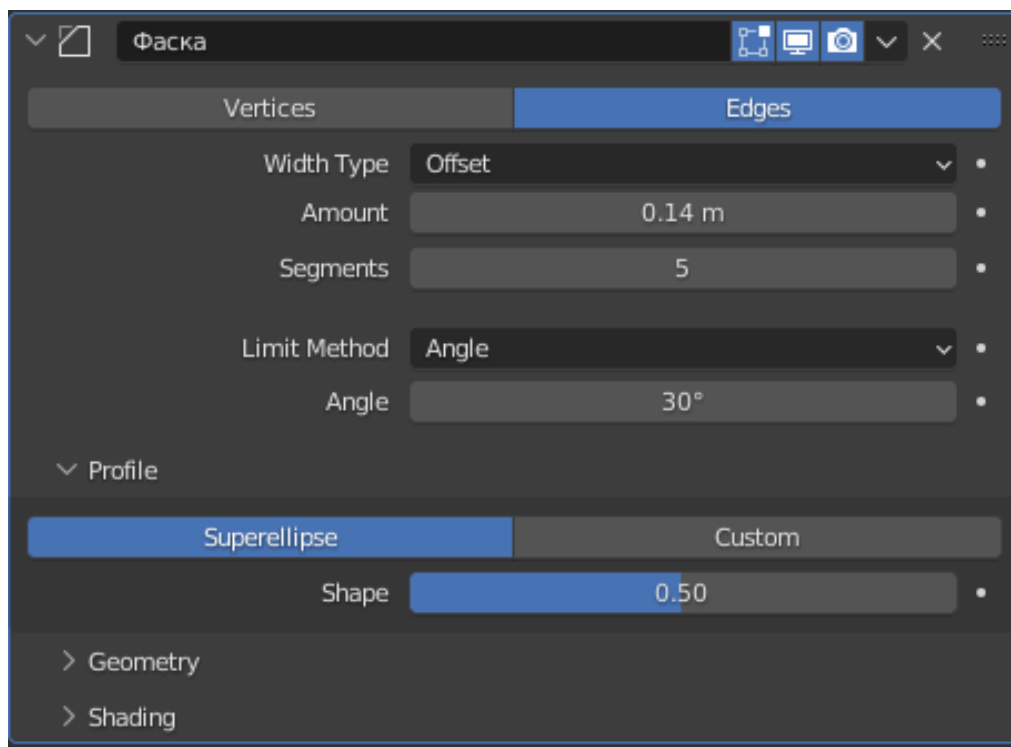

Рисунок 35 – Модификатор «Bevel»
**Bevel** - добавляет фаски на объект (Рисунок 35).